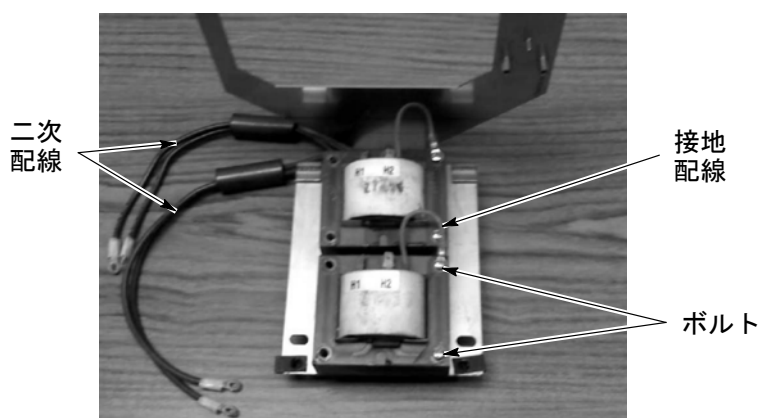

図 6-21 トランスの設置
7. 図6-21を参照。新しいトランスをブラケットに取付けます。外側トランスを交換する際には、二次配線を内側トランスの下へ通します。